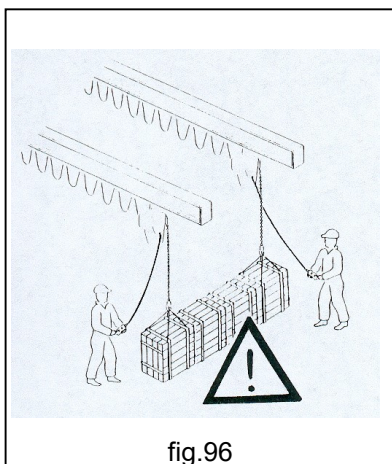

fig.96
- **NUNCA** use simultáneamente dos grúas para levantar la misma carga, sin haber puesto en marcha los procedimientos de seguridad adecuados (fig.96).